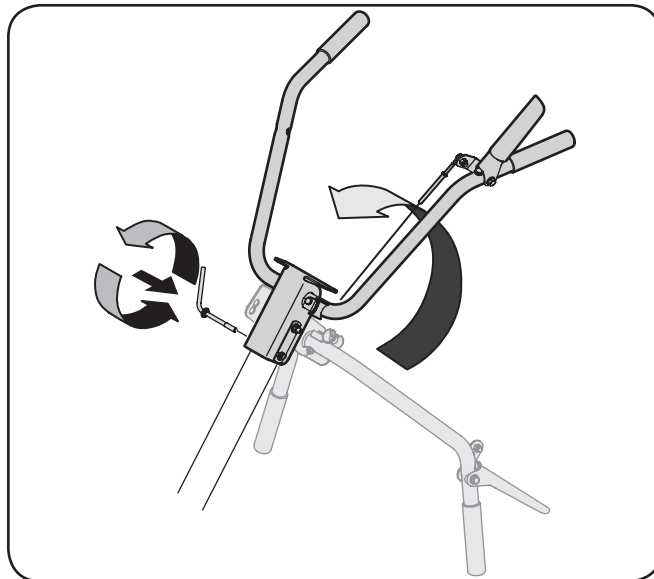

Figura 3-5
3. Retire la manivela de ajuste de la manija de la manija. Vea la Figura 3-5.
4. Gire la manija hacia arriba y fíjalo en su lugar con la manivela de ajuste de la manija. Vea Figura 3-5.